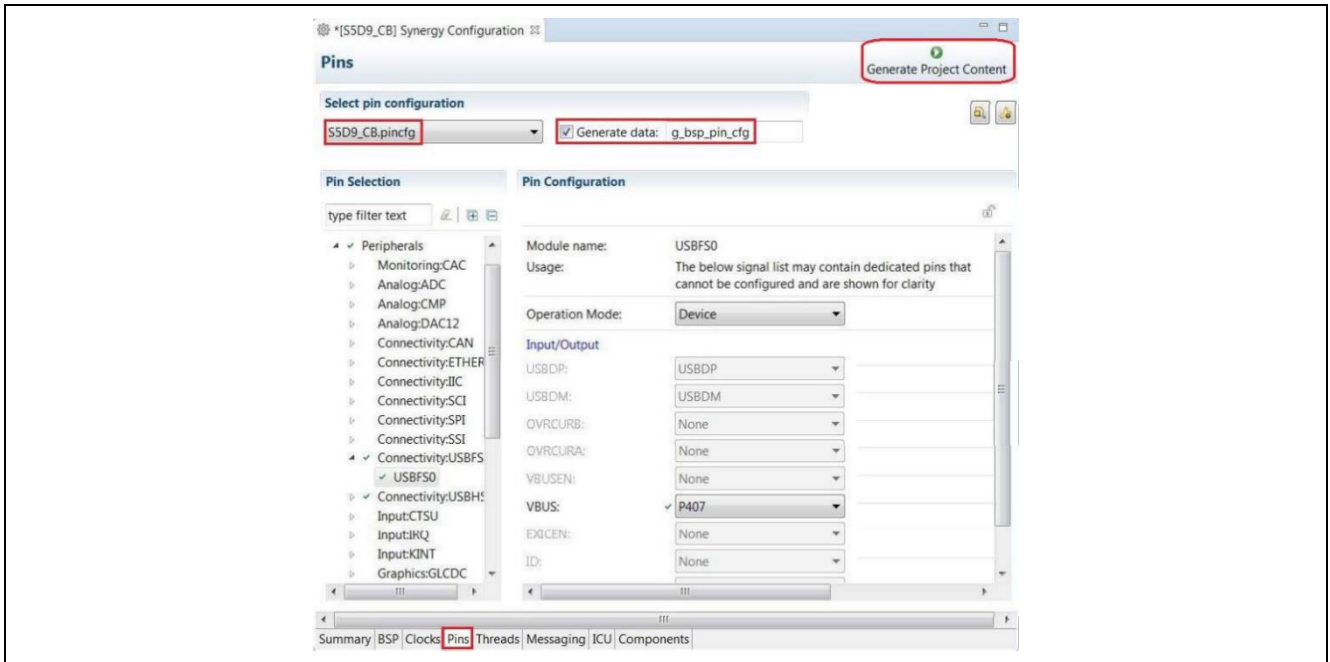

図 10 作成するカスタムボードにおける周辺回路と端子間の接続の設定
9. 作成するカスタムボード I/O 構成に基づいて、未使用の周辺回路とポートを非選択にし、Synergy Configuration Pins パネルのカスタムボード上で必要なコンポーネントを選択して、新規に g_bsp_pin_cfg を作成してください。例えば、カスタムボード S5D9_CB は、図 10 に示すように、high-speed USB ホストと full-speed USB デバイスがあると仮定します。